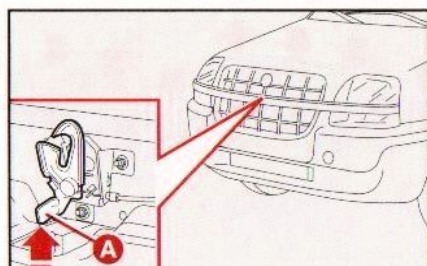

Abb. 134
2) Wie vom Pfeil angezeigt auf den Hebel **A**, **Abb. 134** drücken.